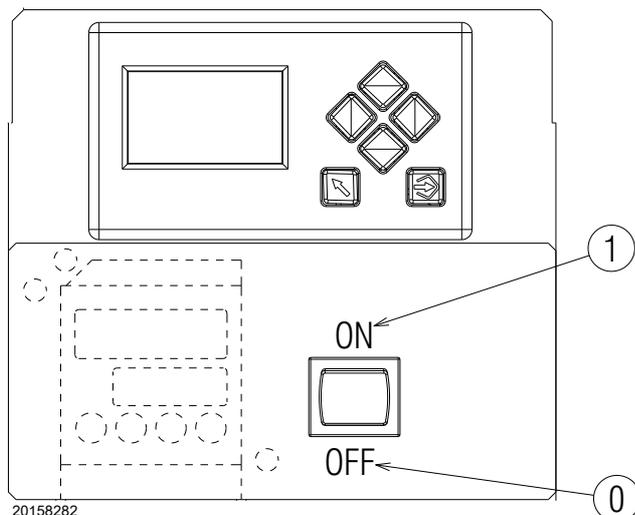

图 33
闭合温度 / 压力启停开关，设定开关图 33 至位置“1/ON”。
- 将图 33 中的开关置于位置“0/OFF”处，并等待控制盒开启停机程序；
闭合启停开关 TL，将开关 1) (图 33) 置于“ON”位置。